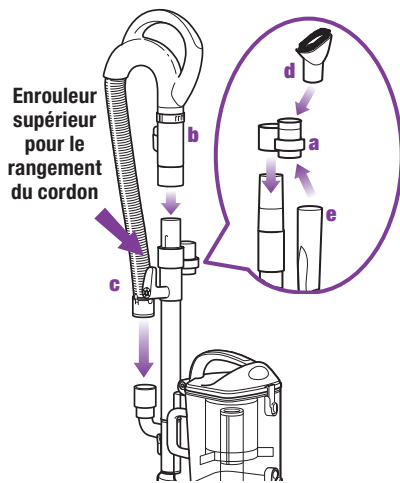

Fig. 10
- 4 Faites glisser le support d'accessoire (a) en position opposée à l'enrouleur du cordon supérieur, par-dessus le tube de rallonge. Alignez la languette avec la rainure et poussez vers le bas. (Fig. 10)
- 5 Poussez la poignée (b) sur le dessus du tube de rallonge jusqu'à ce qu'un déclic indique qu'elle est en place. (Fig. 10)
- 6 Insérez l'extrémité du tuyau extensible (c) dans le connecteur situé à l'arrière du chariot amovible. (Fig. 10)
- 7 Rangez la brosse à épousseter (d) et le suceur (e) sur les montures sur le support d'accessoires. (Fig. 10)
- 3 Mettez l'interrupteur marche/arrêt (b) en position "I" pour passer l'aspirateur sur les planchers (aspiration directe seulement) ou en position "II" pour mettre ne marche la brosse motorisée (pour les tapis et les carpettes). (Fig. 10)
! **IMPORTANT:** La lampe témoin de la brosse motorisée (c) s'allumera en vert lorsque la brosse motorisée est en marche ou en rouge s'il y a un blocage. (Fig. 10) Cette caractéristique est conçue pour protéger la courroie à vie qui fait fonctionner votre brosse motorisée. Se référer à Rechercher les obstructions, à la page 31.